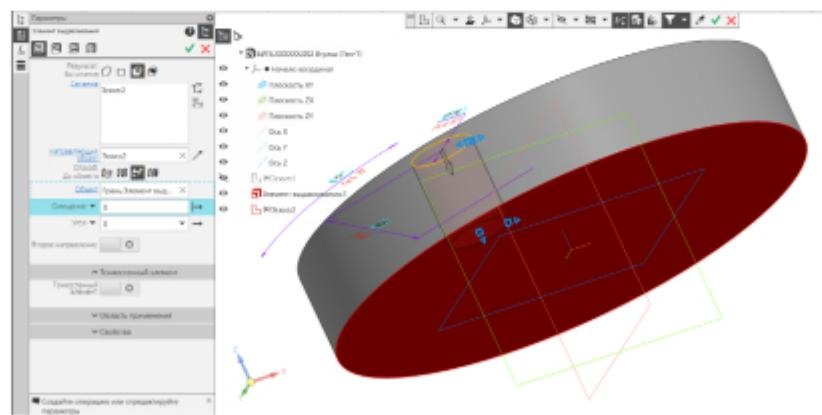

Рис. 16 Команда «Вырезать выдавливанием»
- Твердотельное моделирование – Элементы тела – Вырезать выдавливанием.** Параметры выдавливания: результат операции – вычитание; направляющий объект – Эскиз 2 (окружность); способ – до объекта (нижнее основание фланца) (рис. 16).